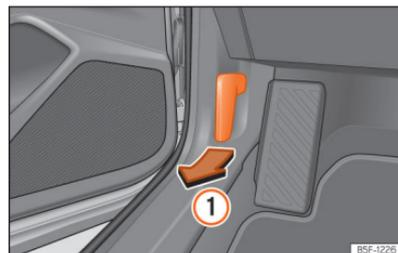

Fig. 207 Alavanca de desbloqueio no espaço para a zona dos pés do condutor.
- Abra a porta e puxe pelo manípulo que existe debaixo do painel de instrumentos »» Fig. 207 ①.